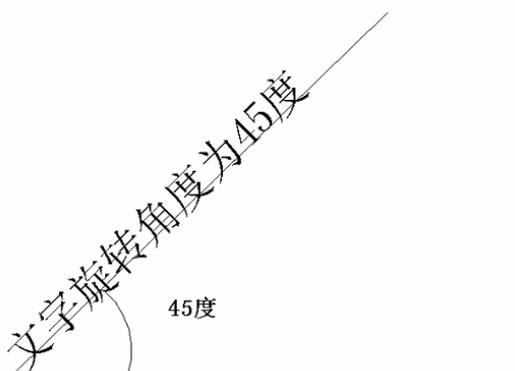
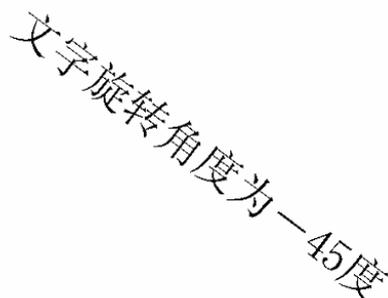

图 4-37 文字旋转角度为 45 度
图 4-38 文字旋转角度为 -45 度
- 文字旋转角度是指文字排列方向与水平线的夹角, 图 4-37 所示为文字旋转角度为 45 度, 图 4-38 所示为文字旋转角度为 -45 度, 图 4-39 所示为文字旋转角度为 0 度。